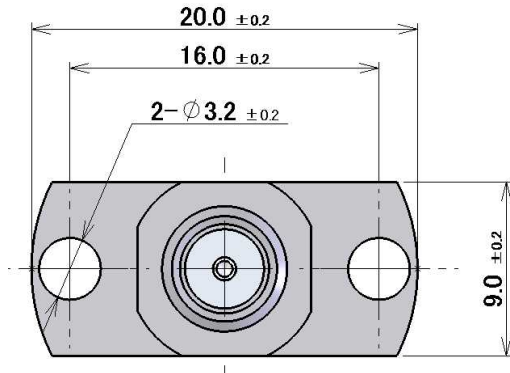

Figure 2. フランジ寸法
- 注 1 Figure 2、3、11 を参考に、治具セットの設計を行っていただけますようお願い致します。